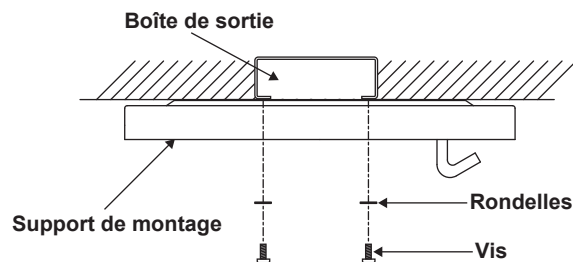

Figure 4
Étape 2. Fixez le support de montage à la boîte de sortie à l'aide des deux vis et des rondelles fournies avec la boîte de sortie. Pour optimiser les performances, assurez-vous que le support de montage est de niveau et solidement fixé contre le plafond. Vous aurez peut-être à insérer des rondelles supplémentaires (non fournies) entre la boîte de sortie et le support de montage pour le mettre à niveau. (Fig. 4).